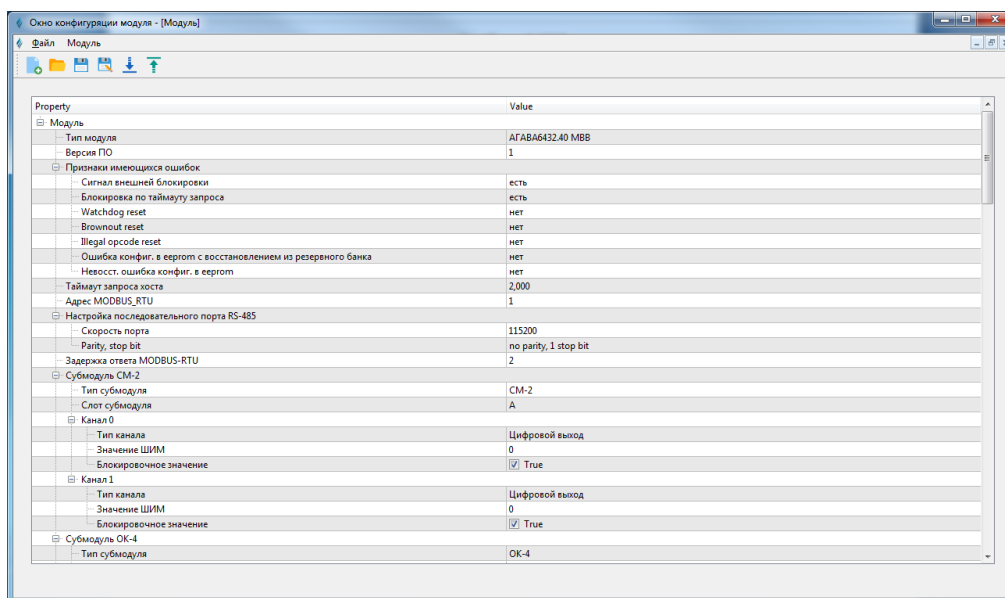

Рисунок 7-2 Конфигурирование submodule
- 4) Выбрать строчку с найденным submodule из таблицы и нажать кнопку «Конфигурирование submodule» (см. Рисунок 7-2);